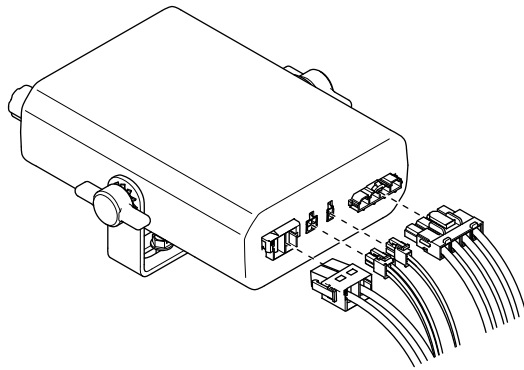

Bild 15
3. Verbinden Sie den Kabelbaum des Steuergerätes mit dem Anschluss des Steuergerätes (Bild 15).